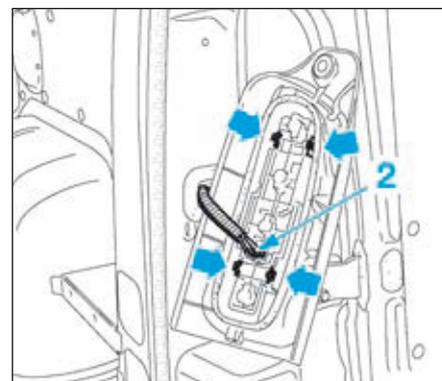

FIG.114
- Déposer la vis de fixation (1) (Fig.114) du feu arrière.